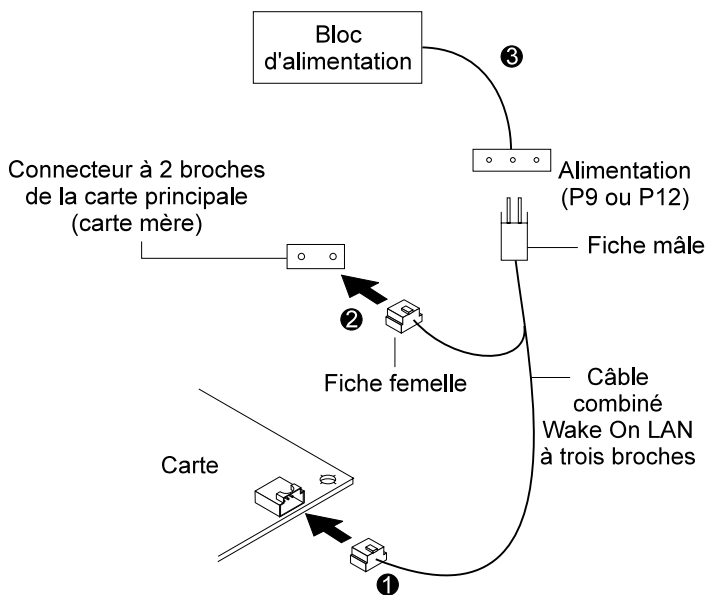

Figure 4. Connexion du câble Wake On LAN à trois voies
2. Branchez la fiche femelle du câble 08L2558 à trois voies sur le connecteur à trois broches de la carte, comme illustré à la figure 4.
5. Localisez, sur la carte principale de votre ordinateur, le connecteur pour câble de signal Wake On LAN à deux broches (reportez-vous à la figure 4 à la page 7). Connectez la fiche femelle de l'extrémité à deux fiches au connecteur à deux broches sur la carte principale.